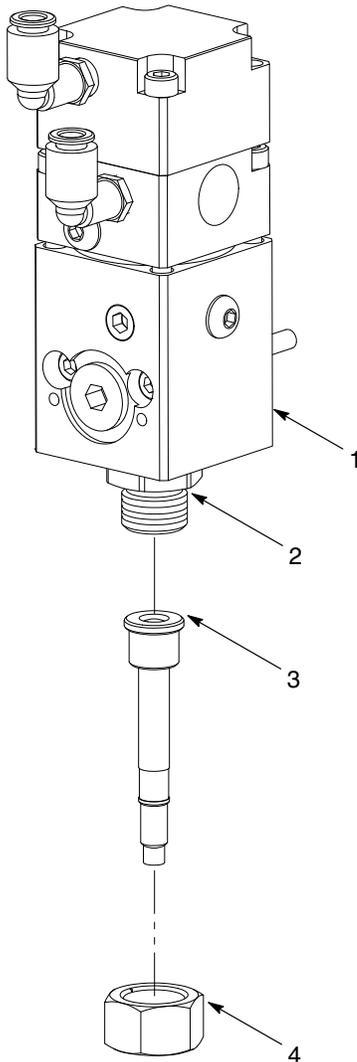

Figura 7 Instalación típica de la boquilla
1. Ver la figura 7. Lubricar las roscas (2) en la válvula de aplicación (1) utilizando un lubricante compatible con el material de aplicación.
2. Instalar la boquilla (3) y la tuerca de la boquilla (4). Apretar bien la tuerca de la boquilla.
4. Ver la figura 7. Extraer con cuidado la tuerca de la boquilla (4) y la boquilla (3) de la válvula de aplicación (1). Limpiar las roscas de la boquilla y de la válvula de aplicación (2) con un disolvente compatible.